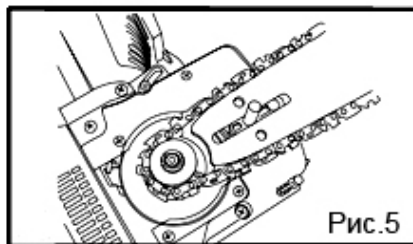

Рис.5
- Убедитесь в том, что все детали хорошо расположены на своих местах и крепко держите пильный аппарат с пильной цепью в этом положении (Рис.5).